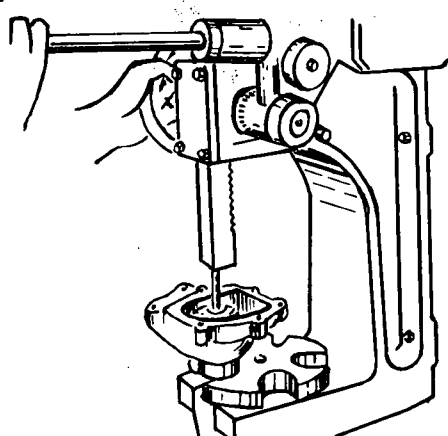

Fig. 3
- c Pressione, lentamente, a árvore no seu alojamento, na bomba até que assente em sua base (fig. 3).